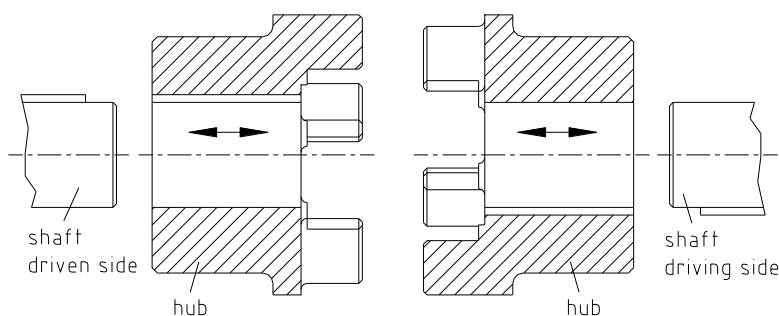

图 10: 轴套的安装
- 将联轴器轴套分别安装在主动端轴和被动端轴上（参见图 10）。